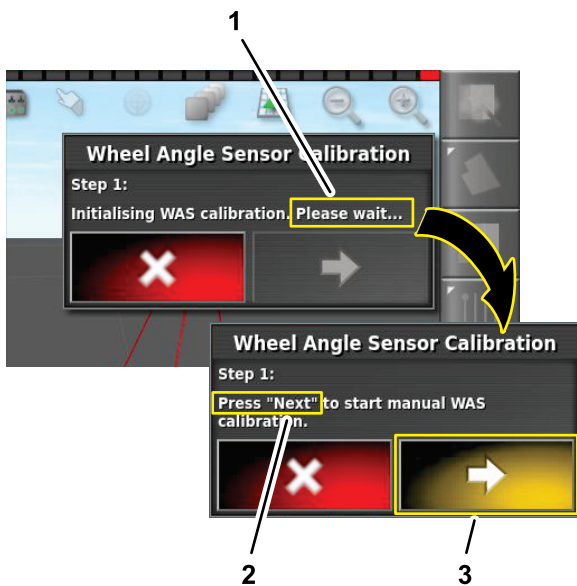

Figure 162
- À l'étape 1, attendez que l'étalonnage du capteur d'angle de roue s'initialise, puis cliquez sur l'icône Étape suivante (Figure 162).